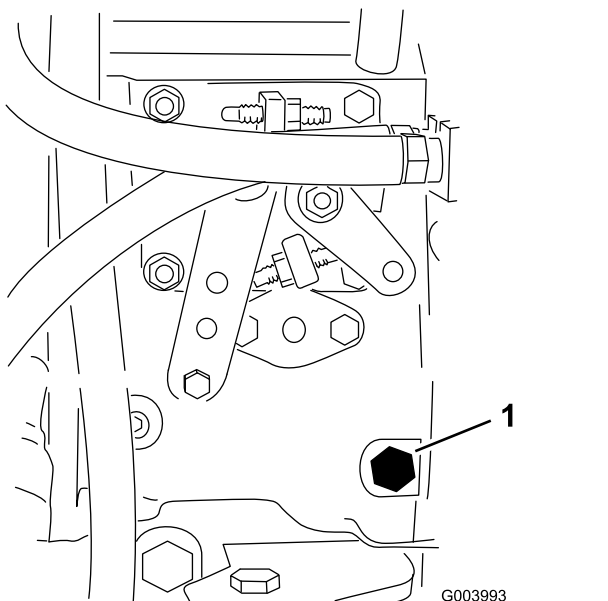

Рисунок 23
3. Выверните винт для продувки из топливного насоса для впрыска топлива (Рисунок 23) 12-миллиметровым ключом.